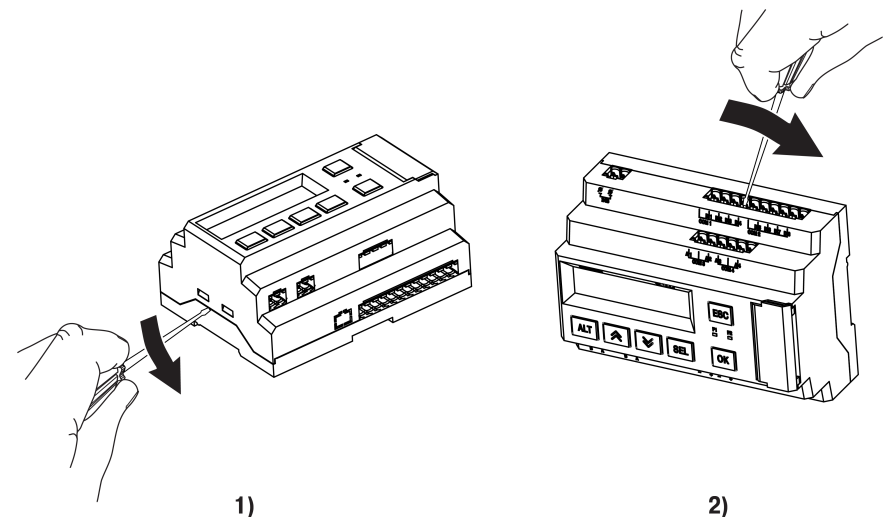

Рисунок 10.2 – Снятие верхней крышки
2. Снять верхнюю крышку. Для этого отверткой вывести из зацепления защелки основания из отверстий в торцевых поверхностях крышки (см. рисунок 10.2, 1). Приподнять крышку над основанием.
3. Отверткой отогнуть крышку от разъемов на среднем уровне с двух сторон (см. рисунок 10.2, 2). Усилие следует прикладывать у нижних разъемов.